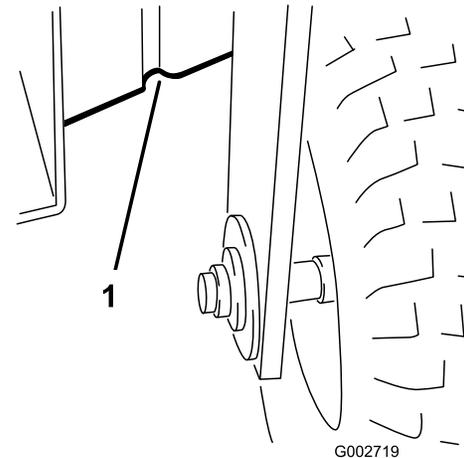

Figure 19
- À l'avant sous le cadre, derrière la roue avant (Figure 19).